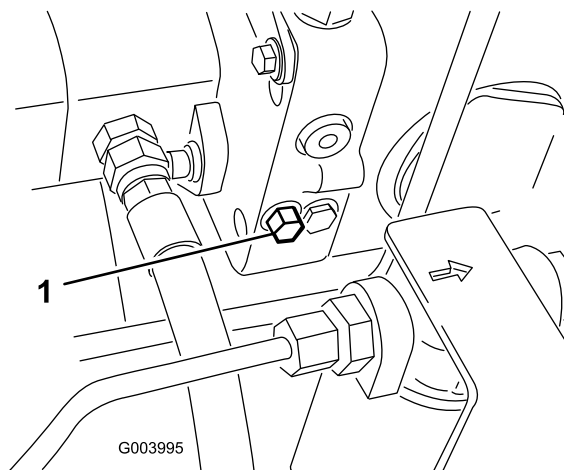

Figura 55
1. Rode o parafuso da válvula de derivação 1-1/2 voltas para abrir para permitir a passagem do óleo internamente (Figura 55).